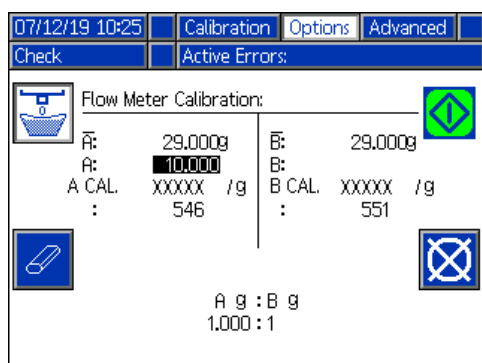

FIG. 35: Introducción del peso neto
16. Al final de la dosificación, pese el material del lado A y, a continuación, introduzca el peso (en gramos) en el campo proporcionado en el lado izquierdo de la pantalla. Consulte la FIG. 35.
18. Si está calibrando una máquina con relación variable y la relación proporcionada en la dosificación no es la cantidad deseada (se muestra en la parte inferior de la pantalla, según se muestra en la FIG. 35), cambie el ajuste de la relación mecánica de forma correspondiente.